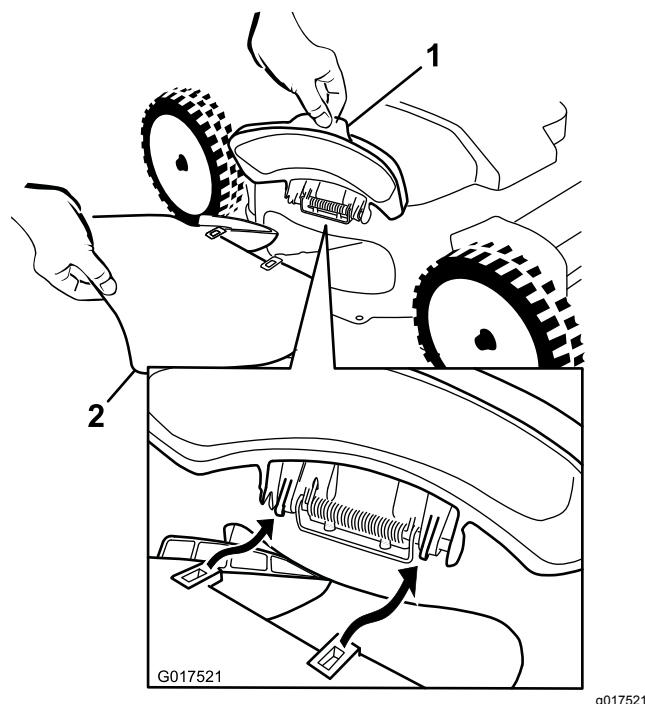
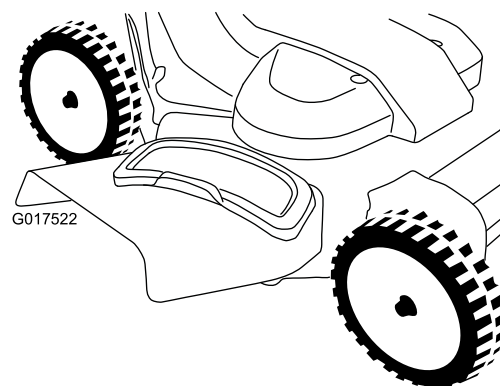

Figura 28
Figura 29
2. Installate il condotto di scarico laterale come mostrato in Figura 28 e Figura 29, e chiudete lo sportello sul condotto.
1. Alzate lo sportello di scarico laterale per aprirlo (Figura 28).